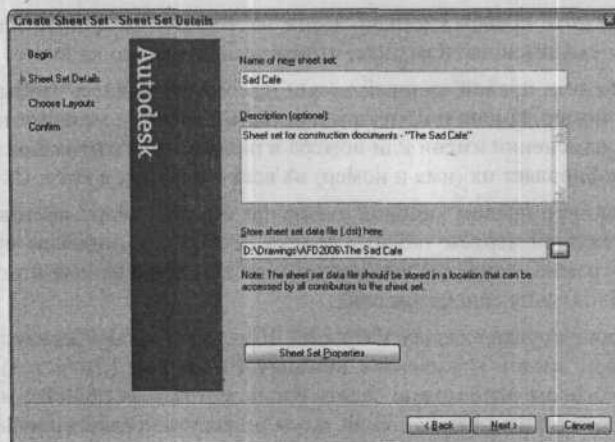

Рис. 14.2. Второе окно мастера создания набора листов
2. Установите переключатель **Existing Drawing** (Текущий чертеж) и щелкните на кнопке **Next** (Далее). Активизируется окно **Sheet Set Details** (Подробности набора листов), показанное на рис. 14.2.